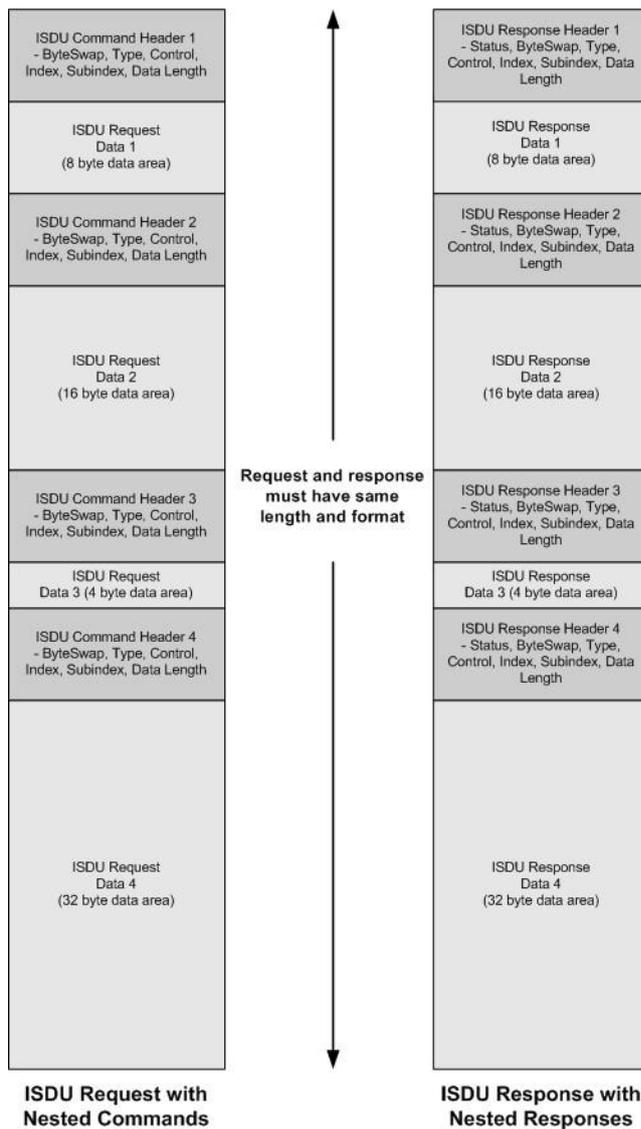

Abbildung 62: Beispiel - ISDU-Anfrage/Antwort mit mehreren Befehlen unterschiedlicher Datenbereich-Länge
- *Abbildung 62:* *Beispiel - ISDU-Anfrage/Antwort mit mehreren Befehlen unterschiedlicher Datenbereich-Länge*